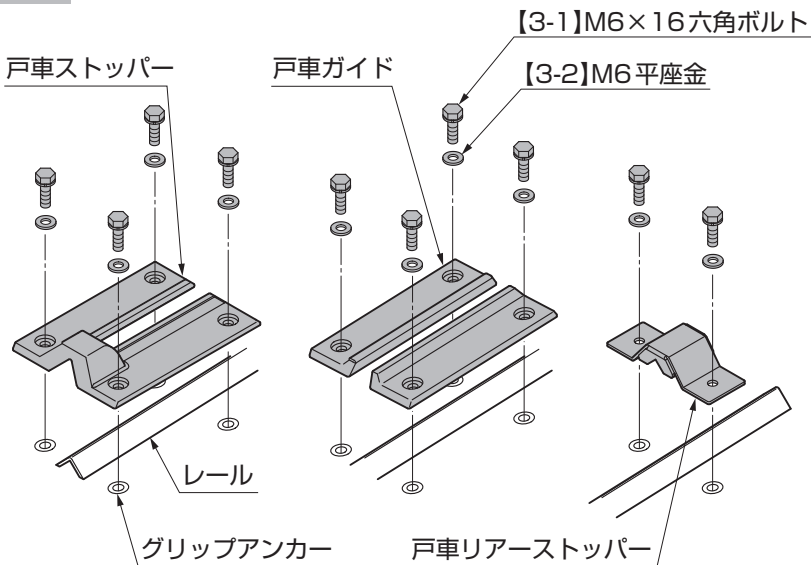

図9-7
- ①戸車ストッパー、戸車ガイド、戸車リアストッパーを【3-1】、【3-2】で固定してください。(図9-7参照)